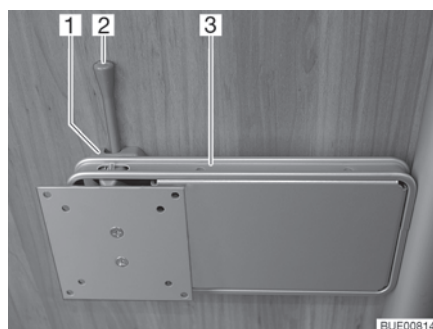

Fig. 66 Supporto su colonna
- Spingere di lato la leva di sbloccaggio (Fig. 66,2) e ruotare il supporto (Fig. 66,3) con lo schermo piatto nella posizione desiderata.
- Riportare indietro lo schermo piatto finché il supporto (Fig. 66,3) non si innesta nel bloccaggio (Fig. 66,1).